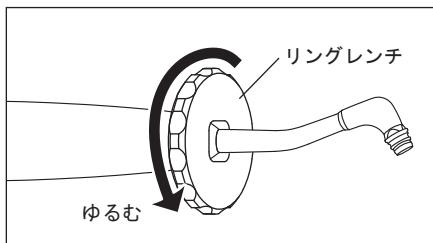

図 14
- 3) 付属のリングレンチをノズルの先から通してねじをゆるめ、ハンドピースからノズルを取り外します（図 14）。